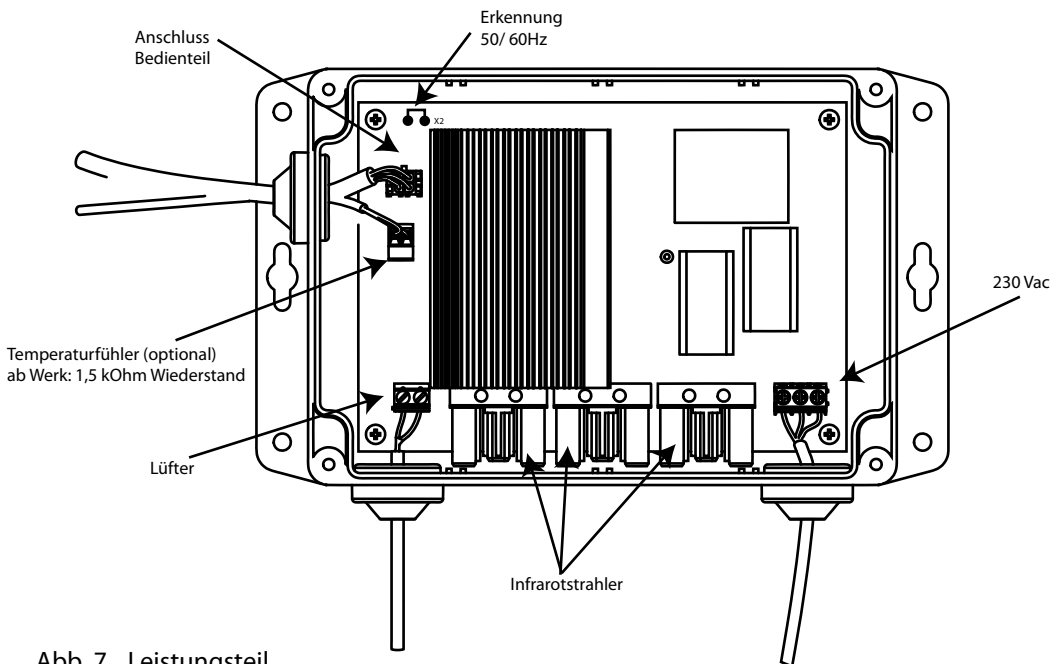

Abb. 7 Leistungsteil
1. Öffnen Sie das Gehäuse des Leistungsteils durch Lösen der 4 Schrauben an der Vorderseite und nehmen Sie den Gehäusedeckel ab (siehe Abb. 7).
7. Führen Sie die Datenleitung des Bedienteils durch die entsprechende Tülle und schließen Sie diese gemäß (Abb. 7 & 8) an.